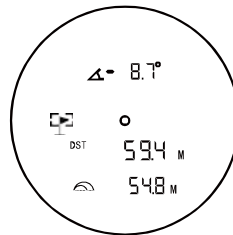

Abbildung 4
**Flagpole-Fixierung.** Halten Sie im Neigungsmodus die EIN/AUS/MESSEN-Taste gedrückt und bewegen Sie das Gerät dann leicht nach links und rechts, bis die Entfernung zum Flagpole fixiert ist und auf dem LCD-Display angezeigt wird (Abb. 4). Nachdem Sie einen Flagpole erfasst haben, vibriert das Gerät.
**Fijación de distancia a la bandera.** En el modo Pendiente, presione y mantenga presionado el botón ENDENDER / MEDIR, luego mueva el dispositivo ligeramente hacia la izquierda y hacia la derecha hasta que la distancia a la bandera quede fija y se muestre en la pantalla LCD (Fig. 4). Cuando la medición de la distancia a una bandera quede fija, el dispositivo vibrará.